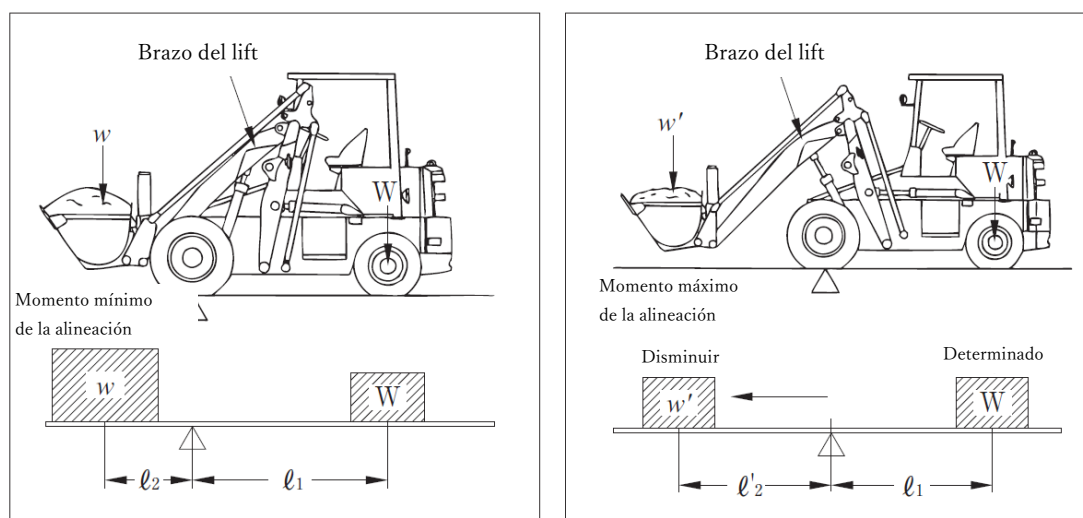

figura 3-25 Carga y estabilidad del vehículo
① Tal como puede observar en la figura 3-25, la retroexcavadora tiene como punto de apoyo el centro de su rueda delantera y es como si se equilibrara con una barra de balanza la carga de la rueda trasera con la carga de la delantera, y si excede de $w \times \ell_2$ a $W \times \ell_1$, puede volcarse hacia adelante. Por lo tanto, se deberá de cargar menos cantidad de lo determinado.